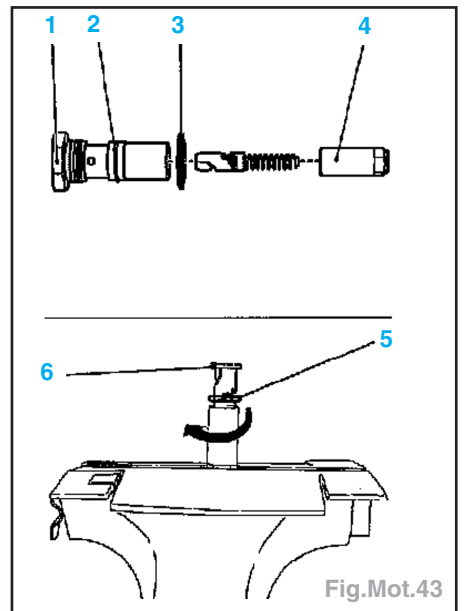

Fig.Mot.43
- Tendeur de chaîne (Fig.Mot.43) :
- extraire le piston (4) du carter (1), tendre le piston au quatre pans dans un étau, bloquer le piston intérieur (6) au dernier cran (5) en le tournant à D et placer le piston dans le carter.